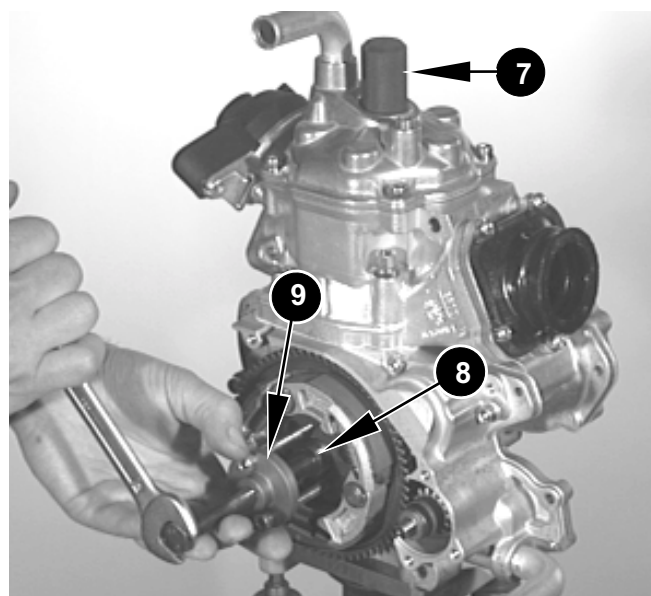

Bild 7
- ⇒ Starterkranz durch Eindrehen der SK-Schraube M10 des Abziehers, abziehen (Bild 7).